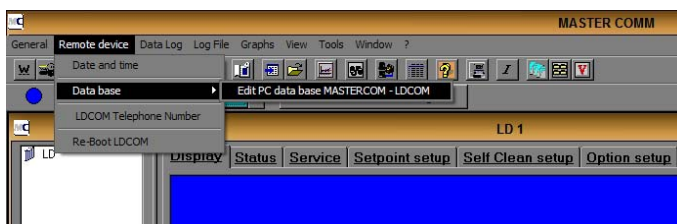

figure 15
5. À partir du menu « Remote Device », sélectionner « Database », puis cliquer sur « Edit PC Database MasterComm - LDCOM » (figure 15).